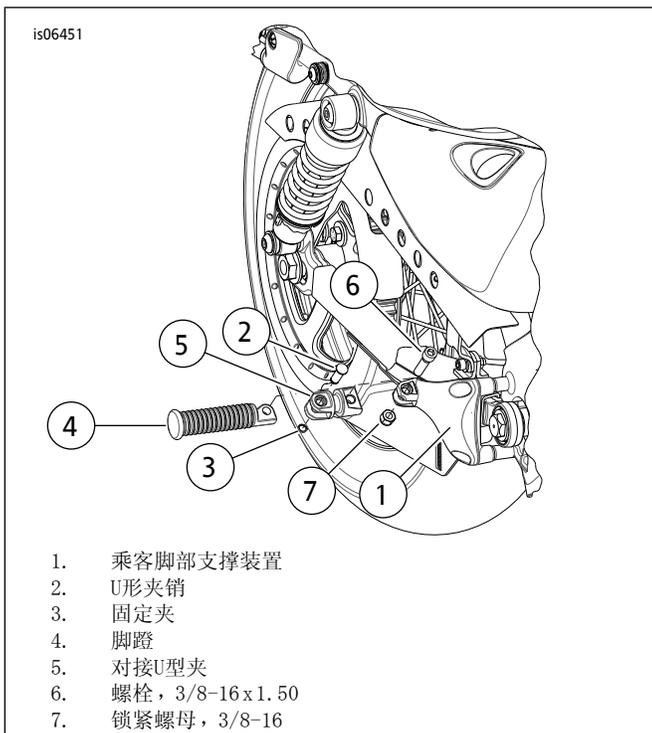

图1。安装对接U型夹
4. 参见图1。使用边箱套件（6和7）中的五金件将对接U型夹（5）安装至每个乘客脚部支撑装置（1）。拧紧螺母至13.6-21.7 N·m（10-16 ft-lbs）。